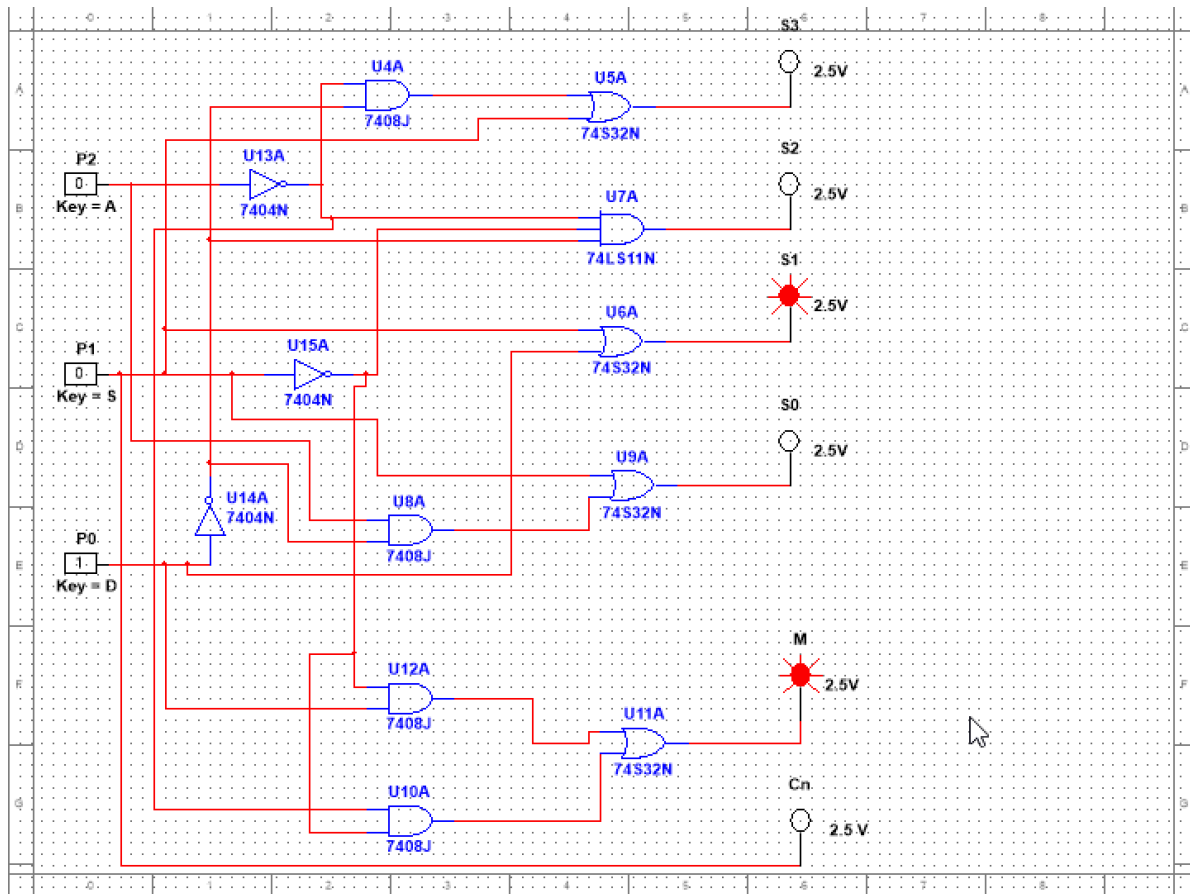

Figura 4. Prueba 2 del sistema de control
- **Prueba 2** (Figura 4):  $(P2, P1, P0) = (0, 0, 1) \rightarrow (S3, S2, S1, S0, M, Cn) = (0, 0, 1, 0, 1, 0)$